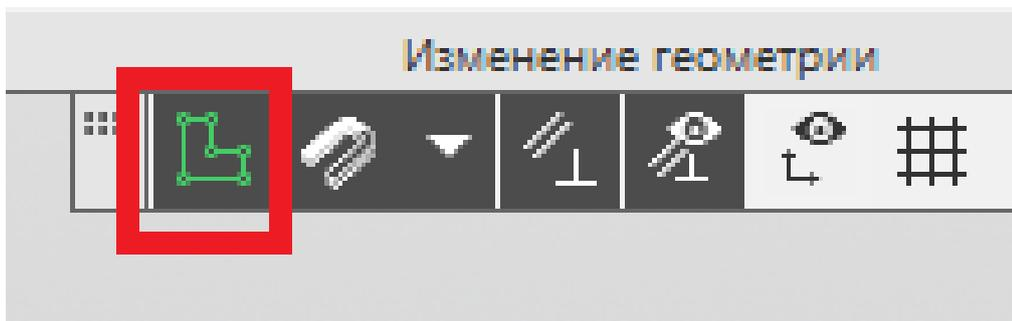

Рис. 81
9. Завершаем построение эскиза, нажатием на пиктограмму «Создать эскиз» (рис. 81).